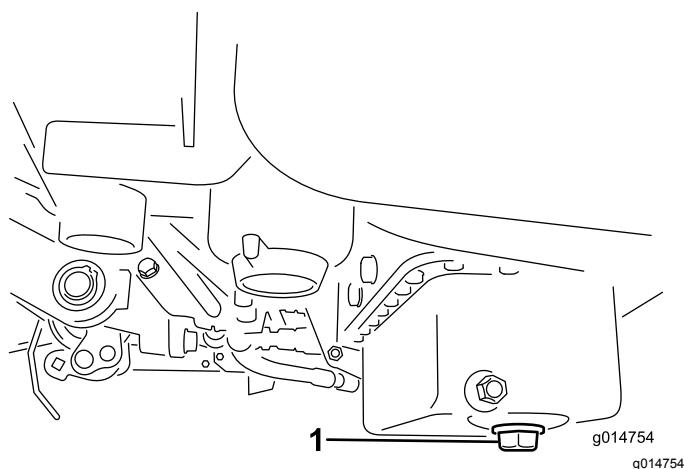

Figura 40
1. Togliete il tappo di spurgo e lasciate defluire l'olio in una bacinella. Quando l'olio cessa di defluire, rimontate il tappo (Figura 40).